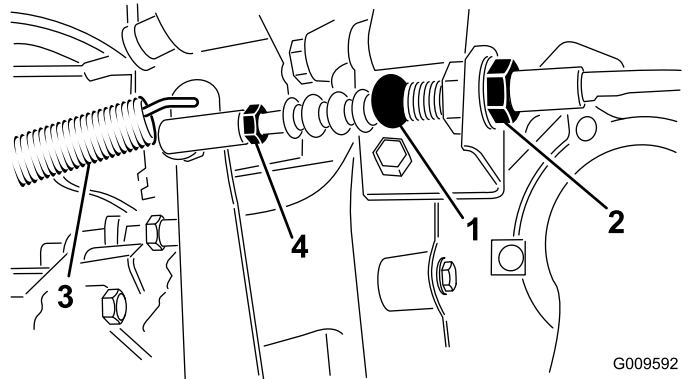

Bild 59
1. Lösen Sie die Klemmmuttern, mit denen das Kupplungskabel an der Halterung am Glockengehäuse befestigt ist (Bild 59).